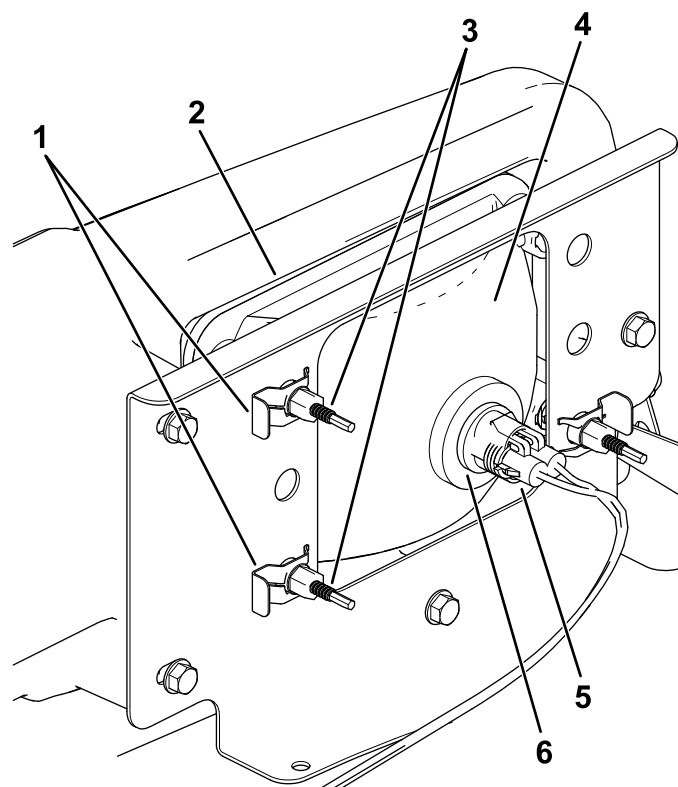

図 42
3. ランプアセンブリのコネクタから、ハーネス用のコネクタを外す 図 42。
4. ヘッドライトをヘッドライトブラケットに固定しているスピードクリップを外す 図 42。
5. ヘッドライトアセンブリ全体を前に押し出して、前バンパーから外す 図 42。
6. 取り付け穴に新しいヘッドライトを取り付ける 図 42。
8. ハーネス用のコネクタを、新しいランプアセンブリのコネクタに接続する 図 42。
5. ヘッドライトアセンブリの裏側部分にある調整ねじ 図 42を回してヘッドライトアセンブリの角度を変えてビームの方向を調整する。